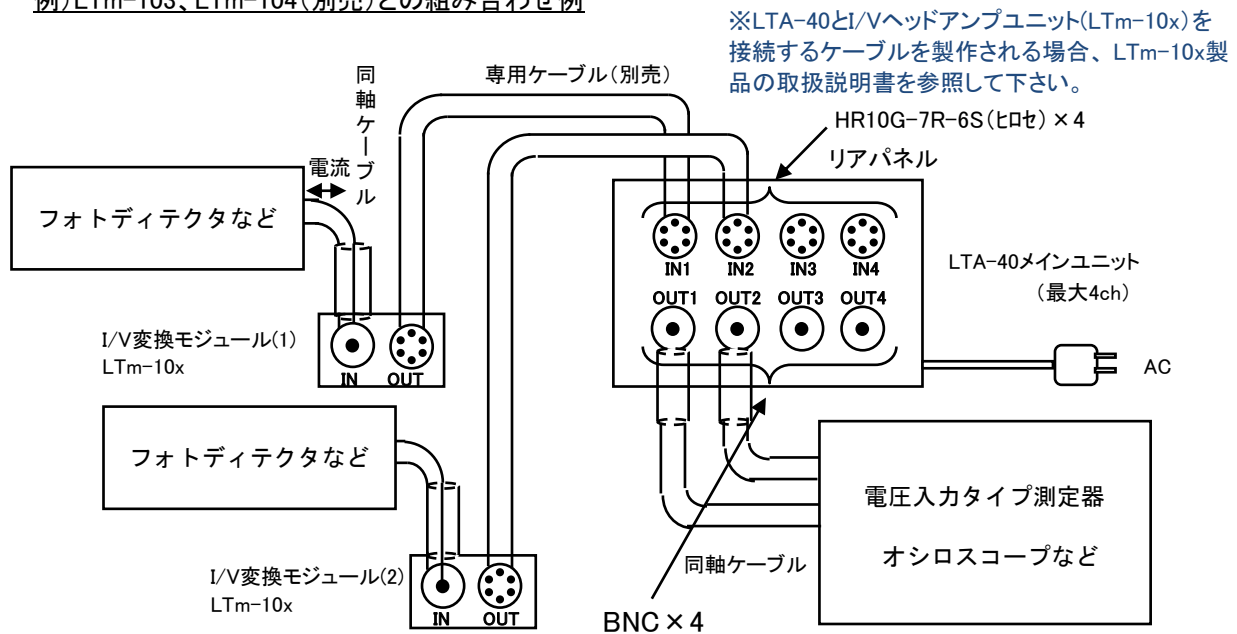

図2. 接続例
- 図2の接続例に従って、LTm-103、LTm-104などのI/VヘッドアンプユニットとLTA-40本体を専用ケーブル等で接続し、リアパネルのACインレットにACケーブルを繋いで下さい。リアのパワースイッチをONすると、フロントパネル上のLCDディスプレイが表示されます。フロントパネルのLCDディスプレイの右横にある4方向キーを使って、表示内容を変えたり、各種設定を行います。電源を入れると、起動画面に続いて前回終了時のホーム表示画面が現れます。▽△キーを使って表示を変更し、設定状態を確認できます。設定を変更したい場合、該当する画面で▷キーを押すと設定モードに入ります。